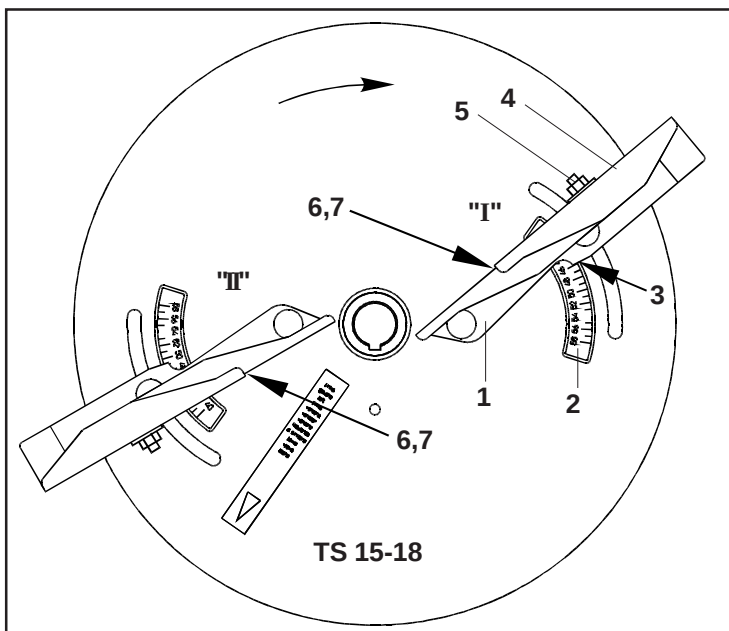

Fig. 7.12
- Réglez l'arrête de lecture (fig. 7.12/7) de l'aube « I » sur **"B"** et bloquez en position l'extrémité de l'aube. Réglez et bloquez en position l'aube « I » sur la graduation « **51** ».
- Réglez l'arrête de lecture (fig. 7.12/7) de l'aube « II » sur **"E"** puis bloquez l'extrémité de l'aube en position. Réglez et bloquez en position l'aube « II » sur la graduation « **42** ».